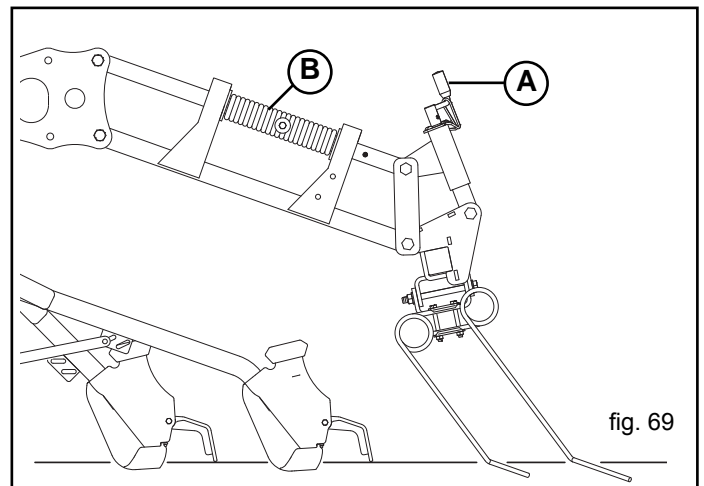

fig. 69
Die normale Arbeitsposition der Egge wird auf Abb. 69 illustriert. In dieser Position ist der Verschleiß der kurzen und langen Zähne gleichförmig. Durch Einwirken auf die Einstellkurbel (A) kann die Neigung der Egge verändert werden.
Der Arbeitsdruck der Federzähne der Saatgutabdeckegge kann durch Drehung der Feder (B) auf dem oberen Parallelarm verändert werden (Abb. 69).